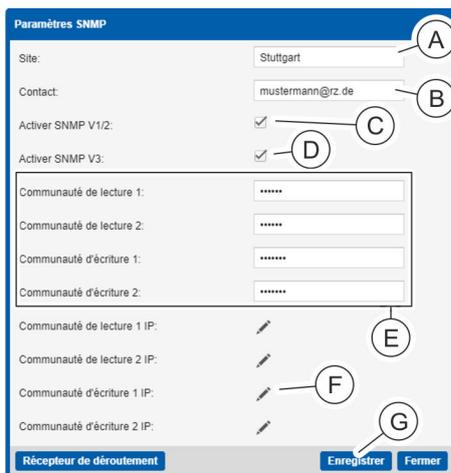

Fig. 139 : Fenêtre « Paramètres SNMP »
2. ➔ Saisir le site (Fig. 139 /Ⓜ) et le contact (Fig. 139 /Ⓜ) dans la fenêtre « Paramètres SNMP ».
3. ➔ Si nécessaire, cocher la case « Activer SNMP V1/2 » (Fig. 139 /Ⓜ).
4. ➔ Si nécessaire, cocher la case « Activer SNMP V3 » (Fig. 139 /Ⓜ).
5. ➔ Le cas échéant, saisir une communauté de lecture ou d'écriture SNMP (Fig. 139 /Ⓜ).
6. ➔ Le cas échéant, cliquer sur un crayon (Fig. 139 /Ⓜ) pour configurer le contrôle d'accès SNMP.
10. ➤ Appuyer sur le bouton « Enregistrer » (Fig. 139 /Ⓔ) pour confirmer la saisie.